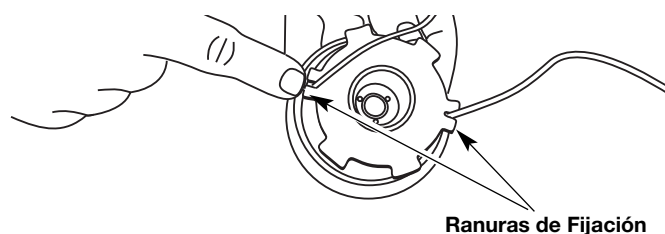

Fig. 37
12. Inserte los extremos de la línea en las dos ranuras de fijación (Fig. 37).